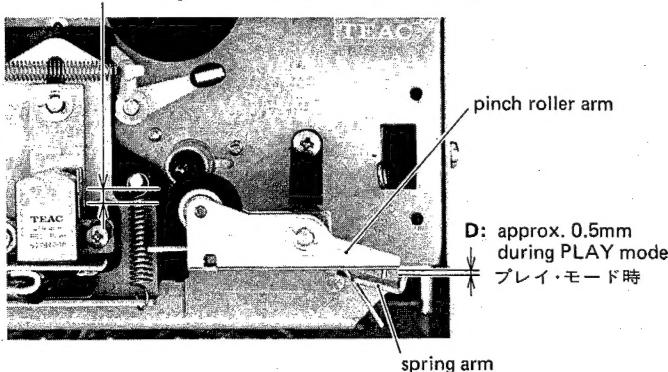

Fig. 4-4
- With the deck in the play mode, check that there is a clearance of approx. 0.5 mm between the pinch roller arm and the spring arm ("D" in fig. 4-4).
- Repeat switching operations from STOP to PAUSE mode two or three times, and make sure that when repeating steps 1 and 2, the clearances "D" and "B" are within the specified range respectively. Also make sure there is a clearance between head base and spring stud ("C" in fig. 4-4).
Note: During play operation, make sure there is a clearance of approx. 0.5 mm between the pinch roller arm and the spring arm. Refer to fig. 4-4.
- プレイ・モードにして、ピンチ・ローラ・アームとスプリング・アームのすき間(図4-4のD) が約0.5mm であるか確認する。
- ストップ・モードからポーズ・モードへの切換え操作を2, 3度繰り返した後、再度1, 2項のチェックをして、間隔DとBがそれぞれ規定通りか確認する。また、ヘッド・ベースとスプリング支柱との間(図4-4のC) にすき間があるか確認する。
注意: プレイ・モード中、ピンチ・ローラ・アームとスプリング・アーム間に約0.5mmのすき間があるか確認する(図4-4参照)。